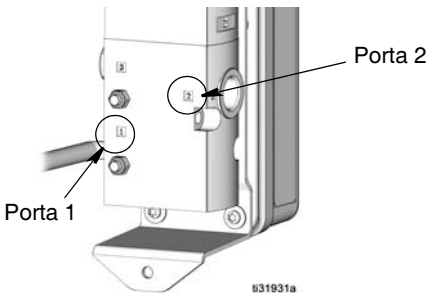

FIG. 24
3. Desconecte a linha de alimentação de ar da porta numerada "1" na válvula solenoide (14) e da linha de adução de ar da bomba numerada "2" (FIG. 24).